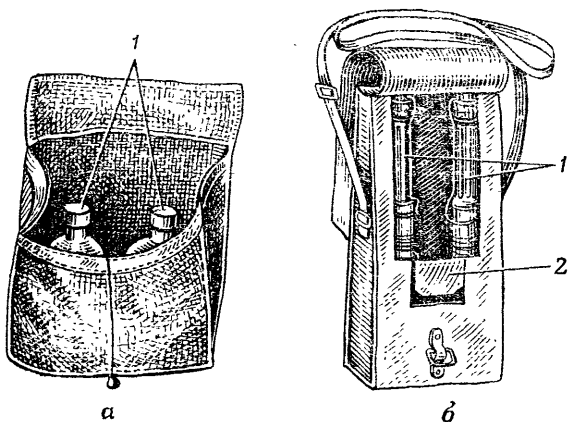

Рис. 18. Гранатные сумки:
38. Гранаты солдатами переносятся в гранатных сумках (рис. 18). Запалы помещаются в них отдельно от гранат, при этом каждый запал должен быть завернут в бумагу или чи-